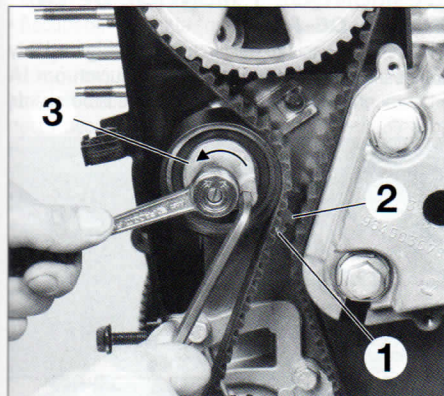

FIG. 17
- Colocar el índice (1) debajo de la marca (2) girando el rodillo tensor (3) en el sentido antihorario (fig. 17) y apretar el tornillo del rodillo tensor.